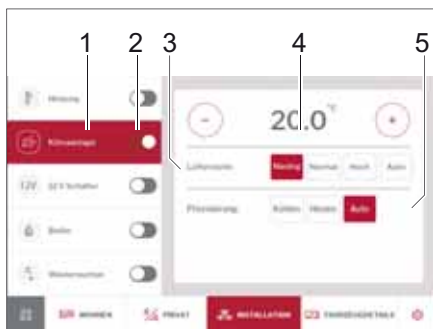

Bild 276 Klimatanläggning
- Med skjutreglaget (Bild 276,2) sätter du på och stänger av klimatanläggningen.
- Klicka på knappen *Klimatanläggning* (Bild 276,1).
- Använd plus- och minusknapparna för att ställa in önskad rumstemperatur (Bild 276,4).
- Ställ in önskad prioritering (kyla/värme/auto)(Bild 276,5).
- Välj fläktnivå (Bild 276,3).